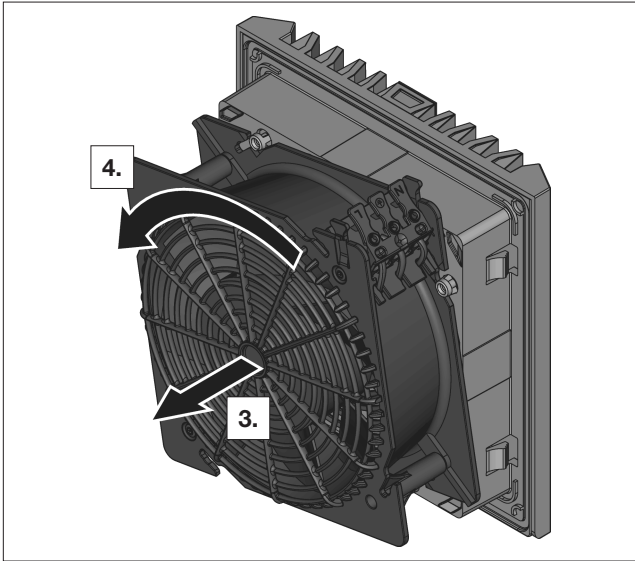

图 8: 转动风扇外壳
- 将风扇外壳旋转 90°、180° 或 270°，使得电气接头处于所需位置（参见图 8）。